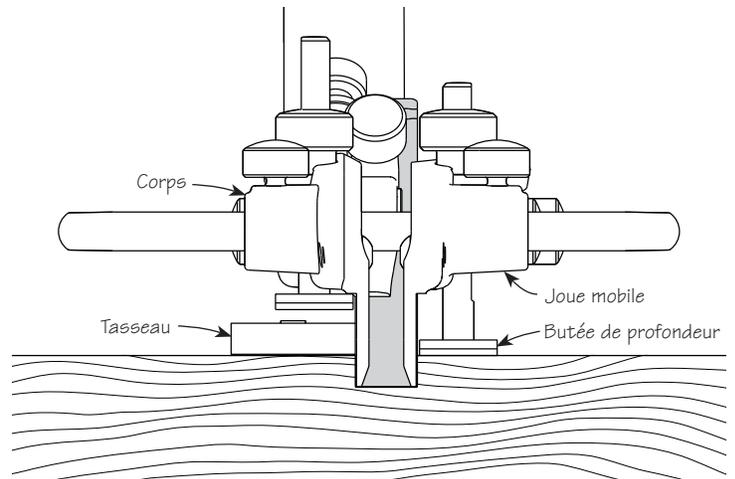

Figure 14 : Réaliser une rainure à contrefil
2. Régler la butée de profondeur de la joue mobile – du côté opposé au tasseau – pour déterminer la profondeur de la rainure par rapport à la surface de la pièce, comme l'illustre la **figure 14**.